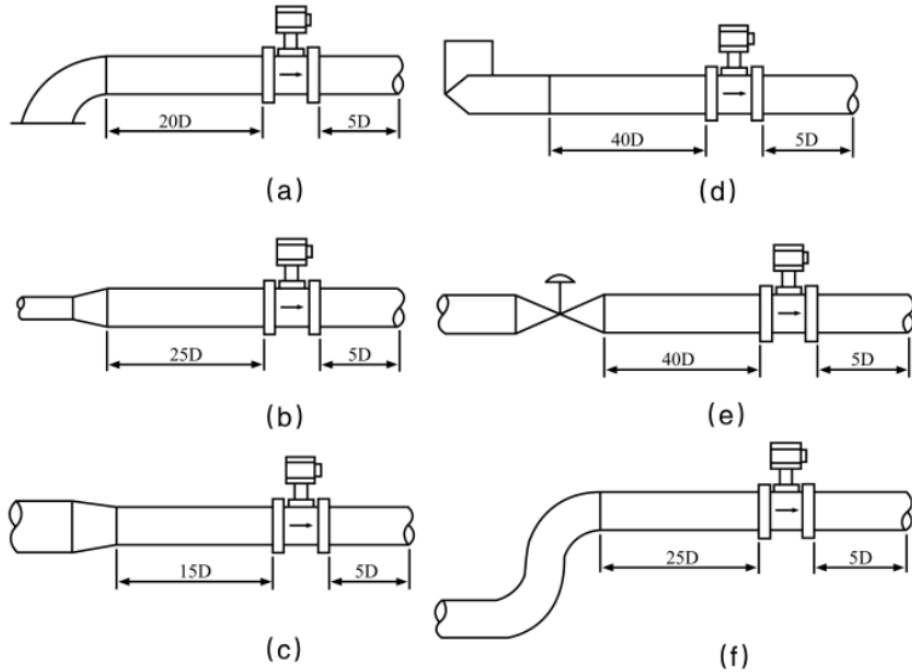

图2涡街流量计对下、下游直管长度的要求
2、涡街流量计必须保证上、下游直管段有必要的长度，如图 2 所示。在各种资料中数据有差异，其原因可能是旋涡发生体尚未标准化，形状尺寸的差异有多少影响尚待验证；对各类阻流件必要的直管段长度试验研究尚不够，即还不成熟，对比节流式差压流量计，这方面工作还处于初始阶段。